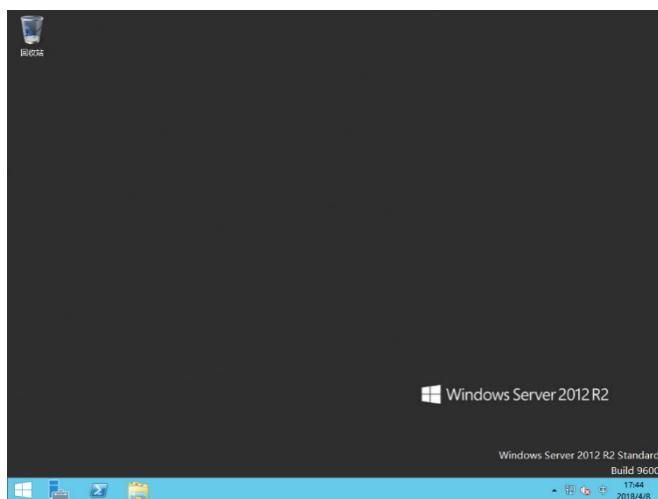

图 6-18
s. 单击蓝色登录按钮，进入操作系统桌面。如图 6-18 所示。